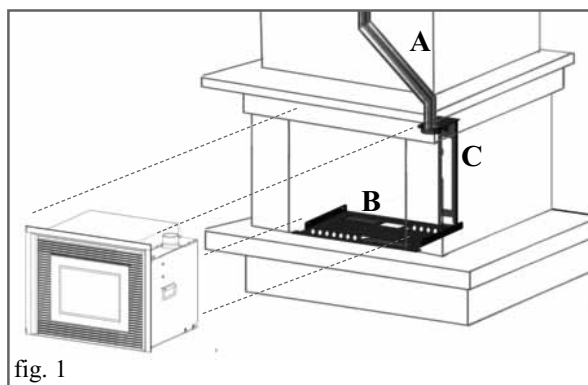

fig. 1
KIT POUR FACILITER L'INSTALLATION DANS UNE CHEMINÉE AVEC REVETEMENT EXISTANT (constitué de plaque "B" et étrier "C" - fig.1)
- Envelopper le tronçon du conduit ou du conduit de fumées avec un matelas (G) fait de plusieurs couches de fibre céramique ou de matériau équivalent, de manière à ce qu'il y ait une épaisseur suffisante pour boucher les espaces qui résultent entre le nouveau conduit en acier et celui d'origine en maçonnerie.
- Pour plus de sécurité et de facilité de pose, démonter l'encadrement externe avec grille, en enlevant le pivot supérieur à gauche (E) et en le retirant vers le haut.
- Positionner l'insert en le centrant sur la plaque d'appui (B) et en le poussant jusqu'en fin de course (fig 1).
- Desserrer les 2 vis (V) de l'encadrement interne, au niveau des trous
2) Réglage pour petit volet externe non aligné " horizontalement " avec encadrement interne (Fig. 1)
- Desserrer les 4 vis (S) avec écrous M5 de l'encadrement interne et régler l'alignement du petit volet externe avec cet encadrement. Lorsque l'alignement est correct serrer les écrous M5.